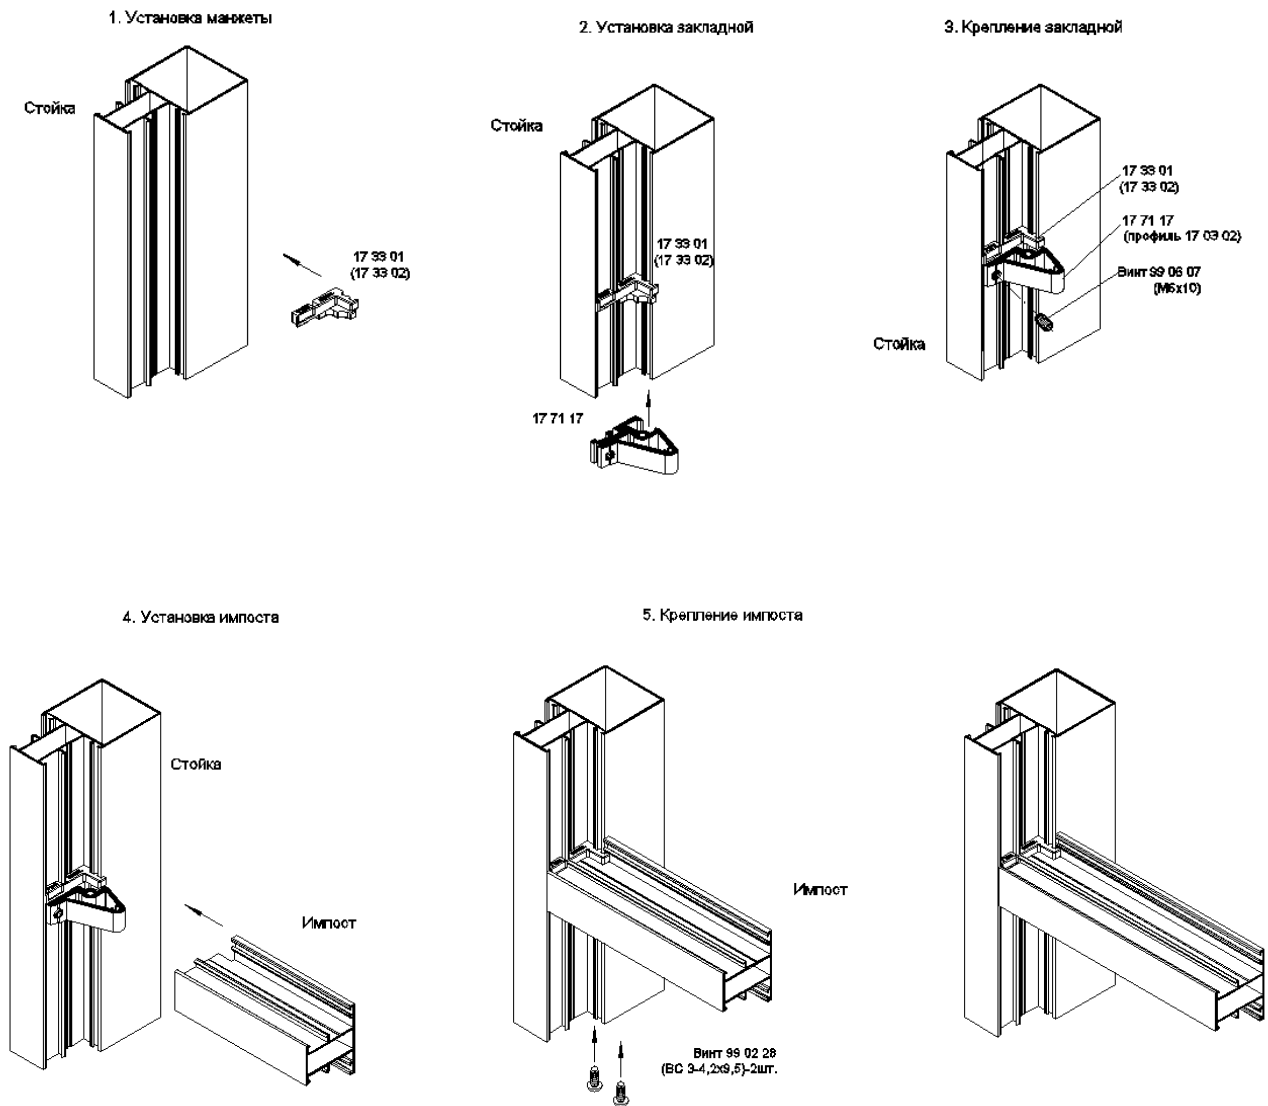
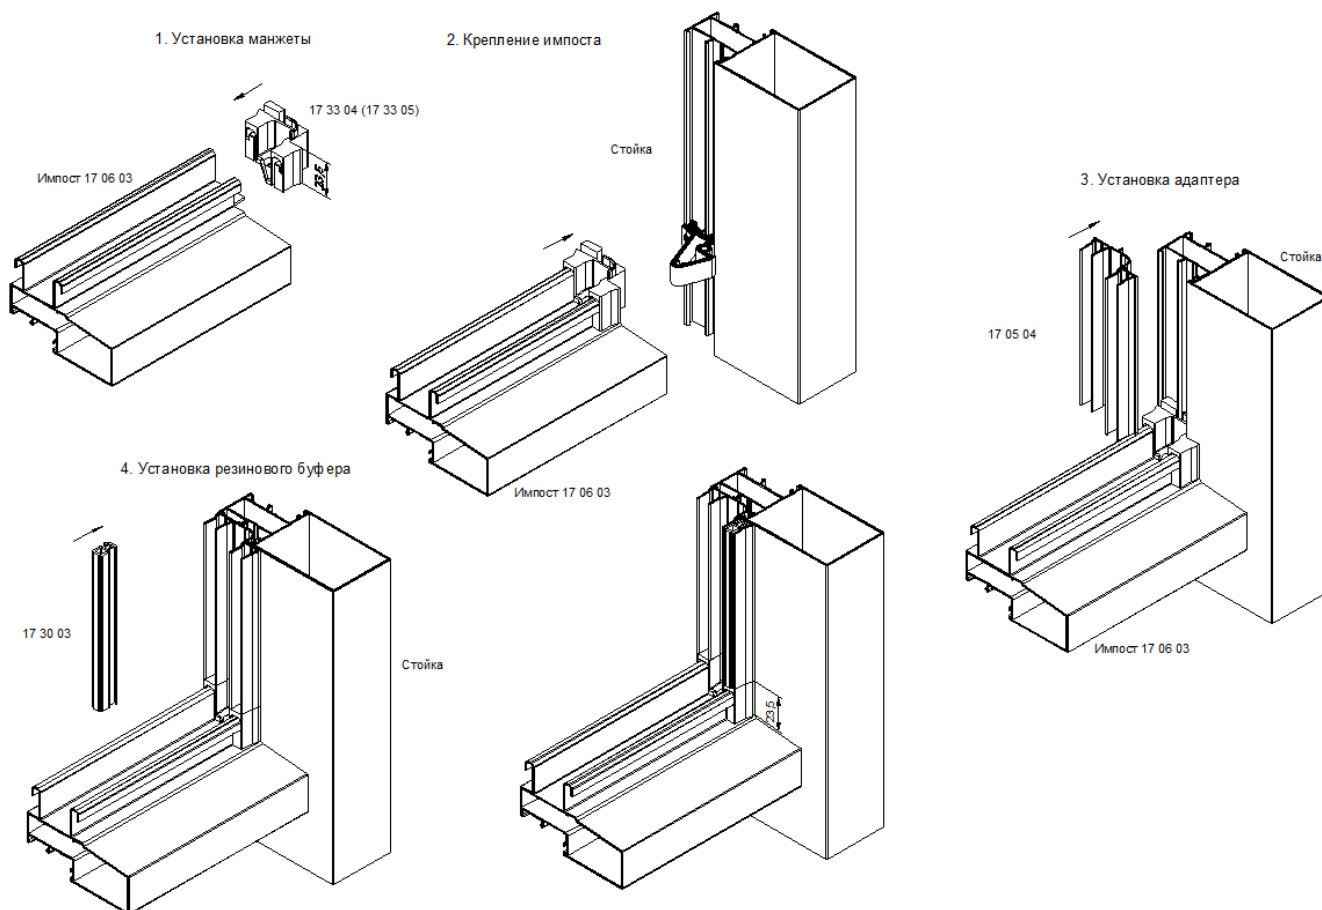

Рисунок 5
Рисунок 6
6.1.4 Перед монтажом ригельных закладных деталей, установить в профиль вертикальных стоек, манжеты 17 33 01 (17 33 02) для ригеля распашной конструкции (Рис.5), 17 33 04 (17 33 05) для раздвижной конструкции (Рис.6). После монтажа манжет, установить ригельные закладные детали, закрепить винтами. На закладные детали секций одеть ригели и крепить их самонарезающими винтами диаметром ВС3-4,2 мм.